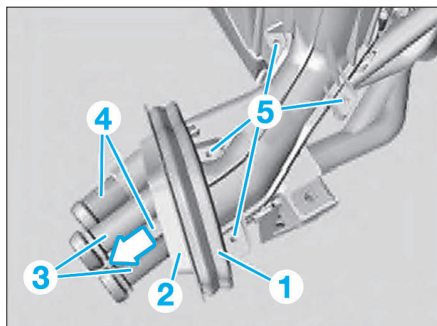

FIG. 25
- Tirer avec précaution le passe-canalisation en caoutchouc (1) et le joint en mousse (2) par dessus les canalisations (3) et (4) (Fig.25).